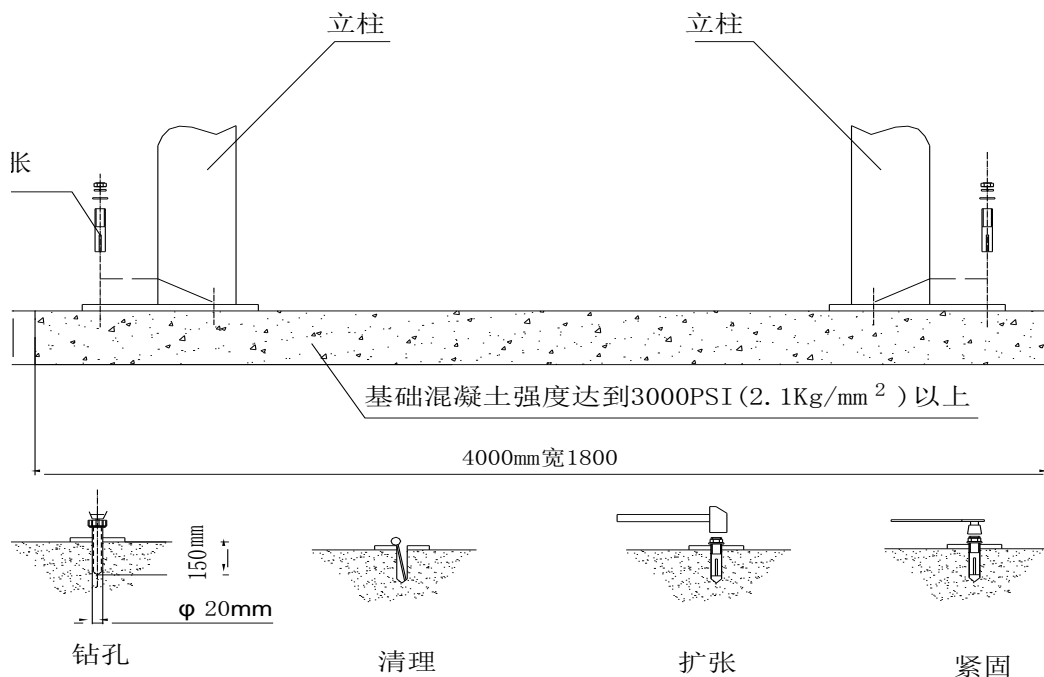

图 5
6.3.1 待混凝土完全凝固达到预定强度后，在用户要求安装的地方竖起二立柱，确定举升机的主体尺寸。确保立柱与地面垂直后，二立柱底板与地面的间隙用铁片和混凝土填实，用 M18x150 膨胀螺柱紧固（图 5）。